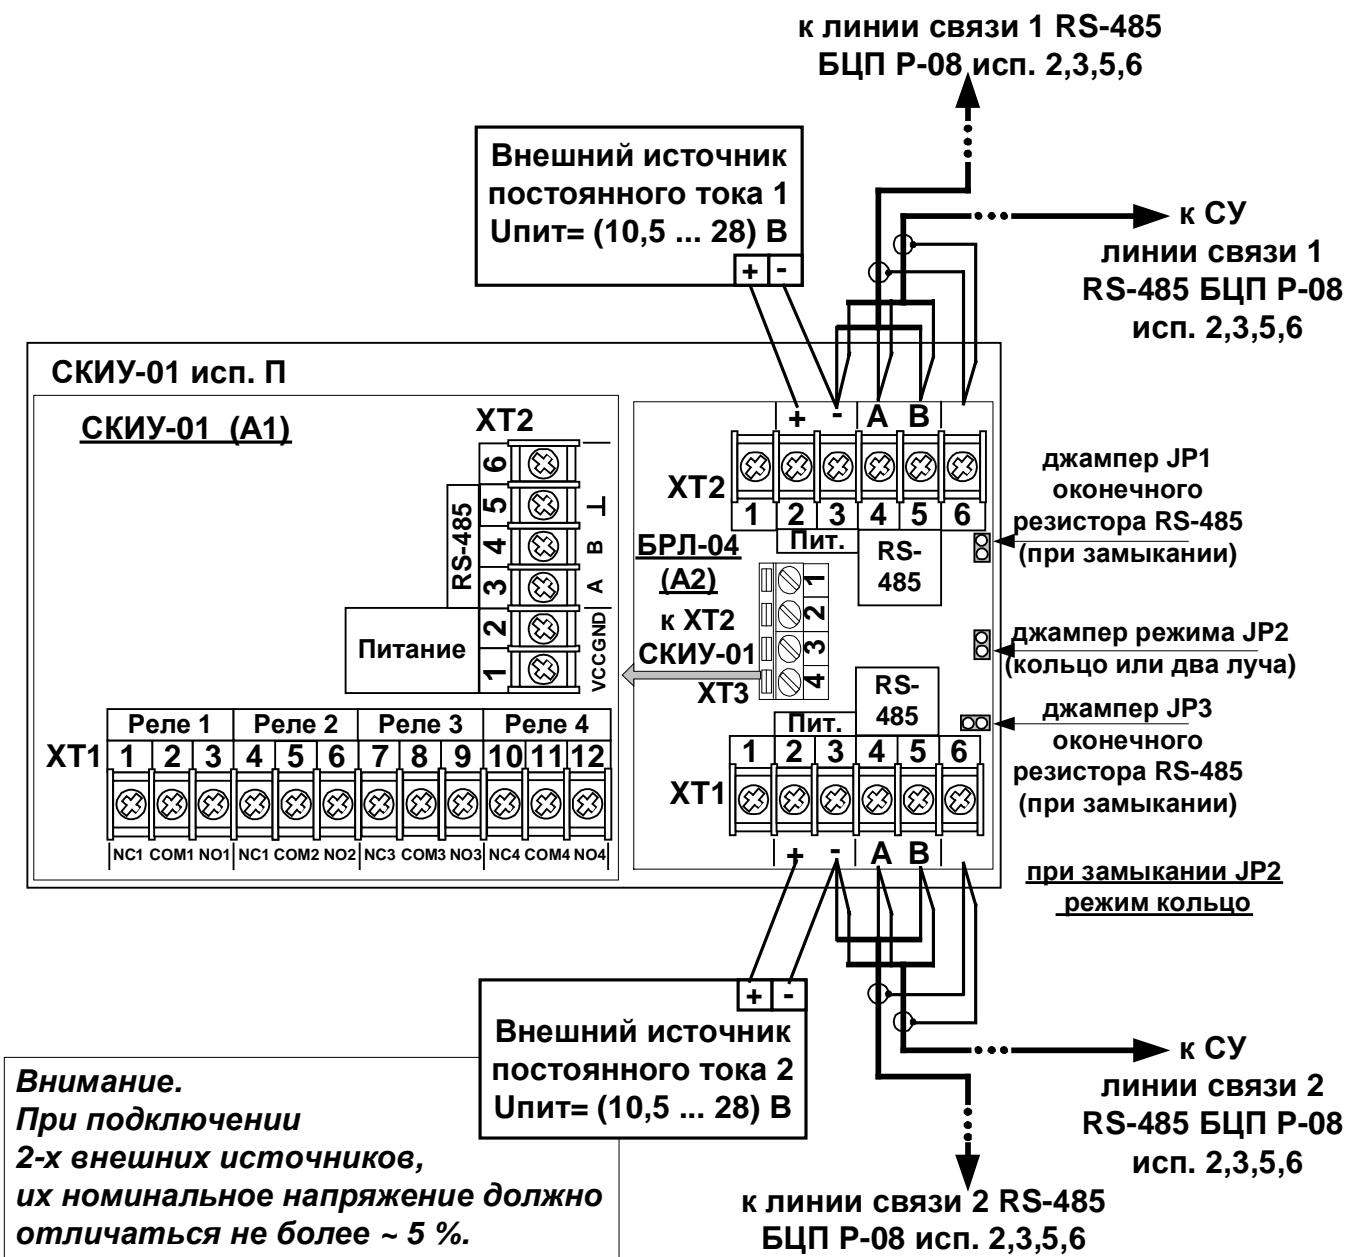
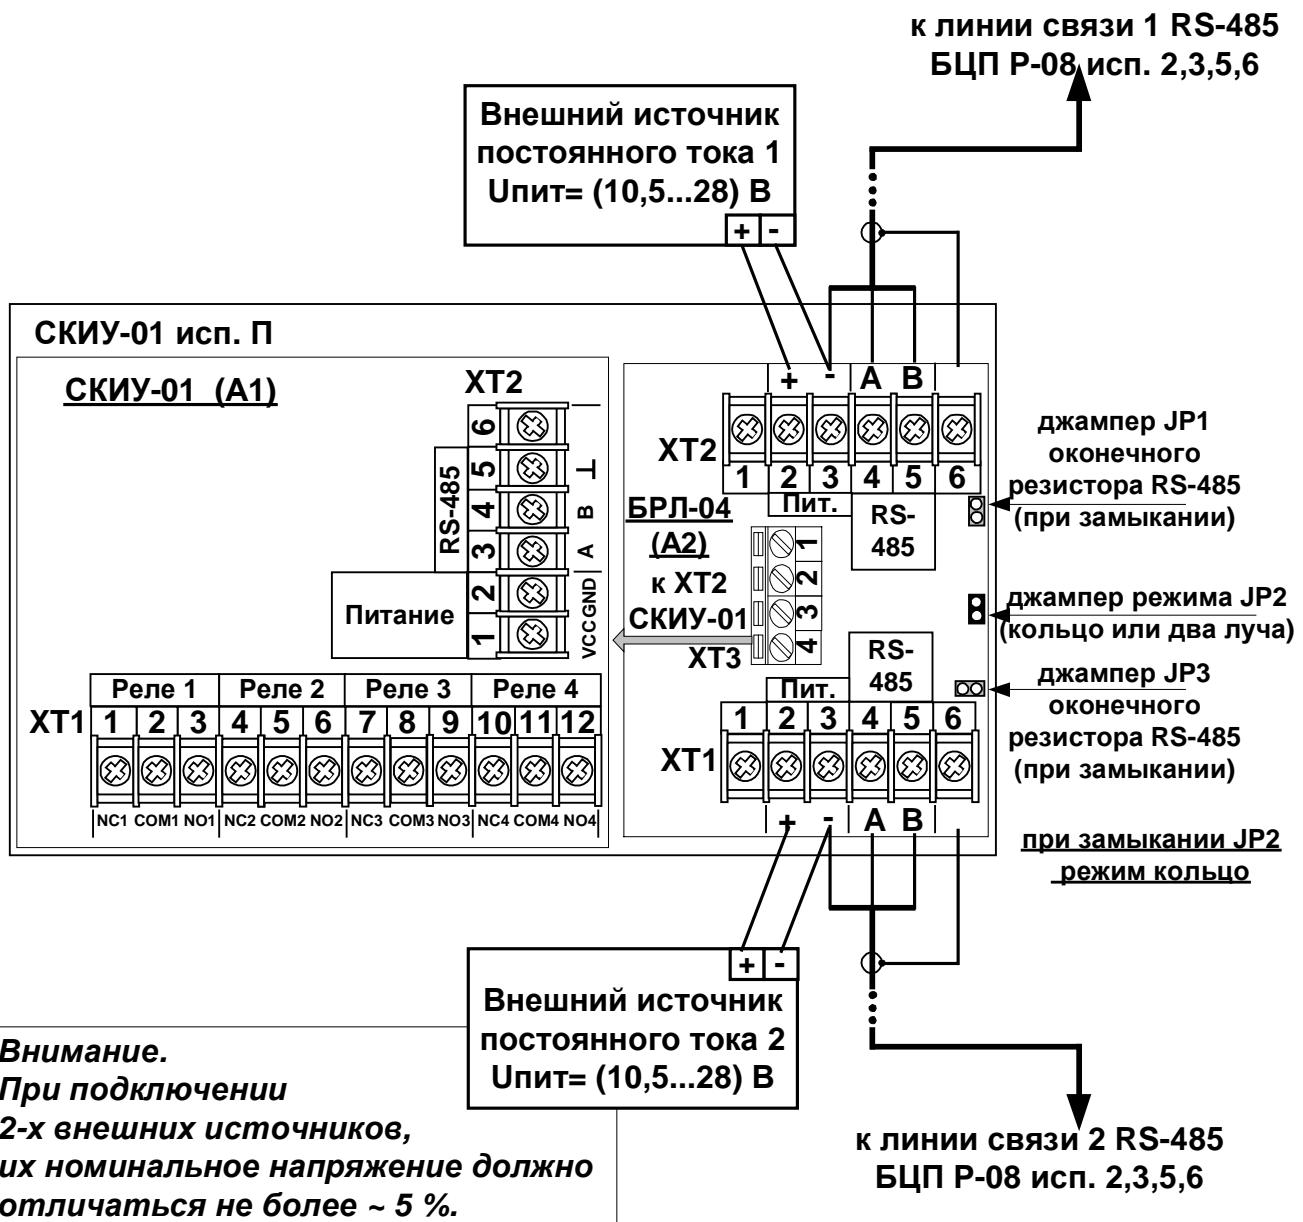

Рис. 1 Применение (подключение) СКИУ-01 П в режиме двух параллельных линиях связи RS-485 (два луча)
Рис. 2 Применение (подключение) СКИУ-01 П в режиме кольца линий связи RS-485
1.3 СКИУ-01 П реализует защиту от единичной неисправности линии связи с БЦП в соответствии с СП484.1311500.2020. Подключение возможно в режиме кольца (Рис. 2) или двумя параллельными линиями связи (Рис. 1).
4.1. СКИУ-01 П состоит из двух модулей СКИУ-01(А1) и БРЛ-04(А2) см. Рис. 1, Рис. 2, Рис. 4, размещенных в пластиковом корпусе Рис. 3.
5.2. Подключение СКИУ-01 П к БЦП и источникам питания показано на Рис. 1 или Рис. 2, подключение к исполнительным устройствам приведено на Рис. 4.
- Если СКИУ-01 П (режим два параллельных луча) является последним устройством в линии связи с БЦП, перемычки согласующего резистора JP1 и JP3 (см.Рис. 1) необходимо замкнуть. Далее необходимо сконфигурировать БЦП для работы с СКИУ в соответствии с Руководством по программированию БЦП ППКОПУ 01059-1000-3 «Р-08».